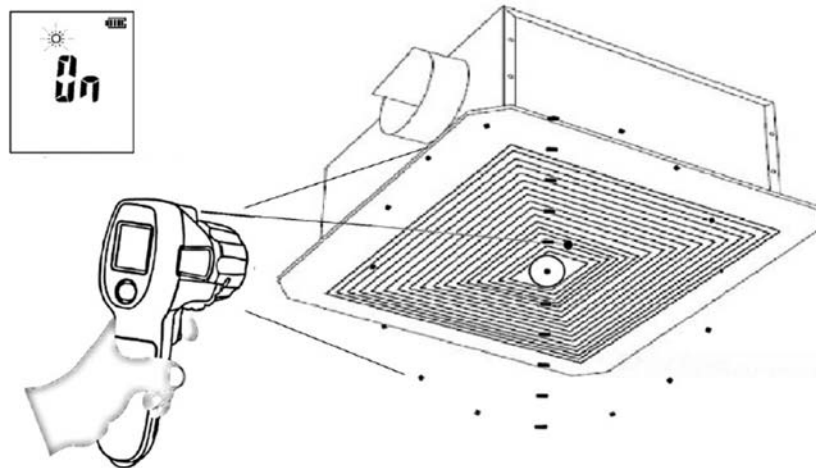

Fig. 19: Mesure de température en sortie de système HVAC
3. Diriger le faisceau de la lumière (voir Fig. 3 – partie 1) en sortie du système de ventilation (voir Fig. 19) et réaliser les mesures comme décrit précédemment.